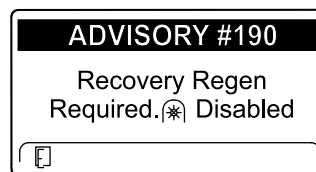

図 55
- リカバリ再生が必要ですPTO が無効化されました アドバイス番号 190 図 55